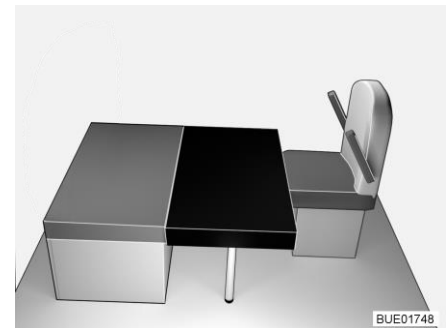

Bild 161 Efter ombyggnaden
- Lägg den rektangulära extra dynan på borden (framför sittbänkens sittyndyna, se Bild 161).